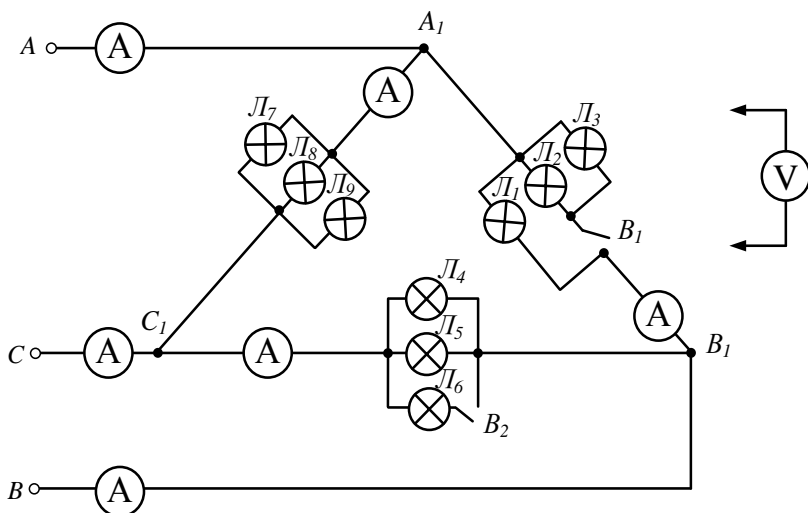

Рис. 46
2. При участі викладача зібрати схему, показану на рис. 46 і перевірити роботу кола під напругою.